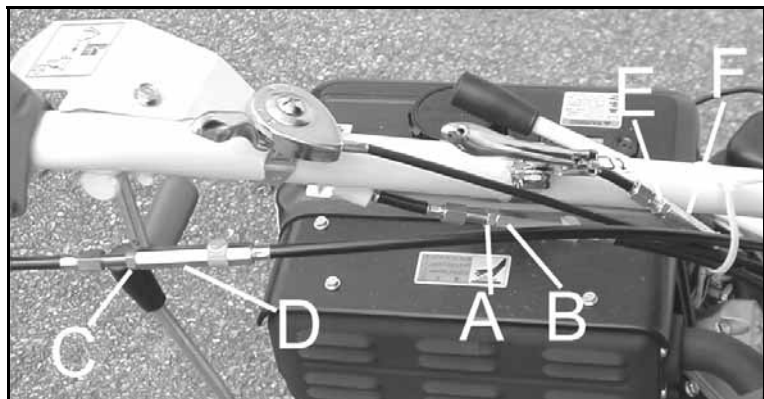

Figura 19
- Allentare il controdado (A, Figura 19) e svitare il registro a vite (B) per aumentare la tensione del cavo.
- Una volta ultimata la registrazione, stringere nuovamente il controdado (A).